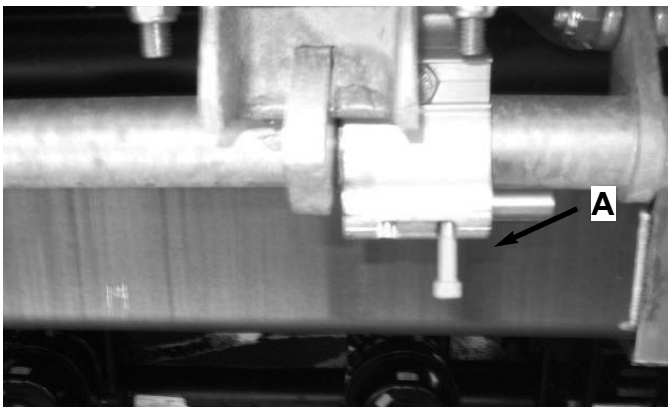
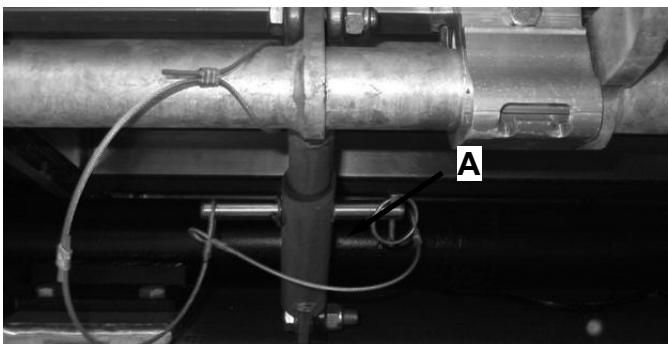

Fig. 18-1 : porte à ouverture pneumatique
Fig. 18-2 : porte à ouverture mécanique
Mettre en position déverrouillée l'axe d'arrêt des crochets de porte (A), fig. 18-1 et fig. 18-2.